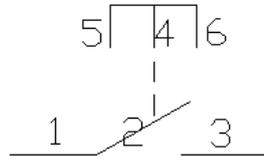

图 11-46 按钮开关
(5) 绘制虚线。将线型设为虚线，单击“绘图”工具栏中的“直线”按钮，开启“正交模式”，捕捉直线 4 的下端点作为虚线的起点，捕捉直线 2 上的点作为虚线的终点，绘制虚线，绘制完成的按钮开关如图 11-46 所示。